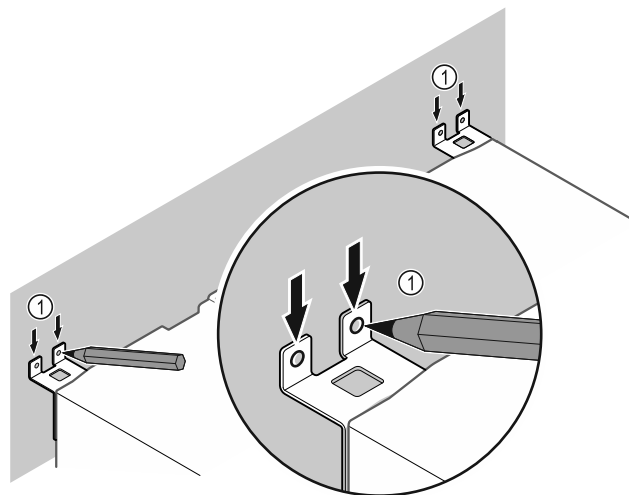

Fig. 11
- ▶ Sett merker på veggen *Fig. 11 (1)*.